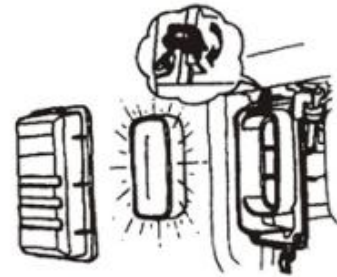

Рис. 19
5.3.4 Поставте фільтрувальний елемент на вихідну позицію, встановіть кришку та закріпіть її добре (Рис. 19)